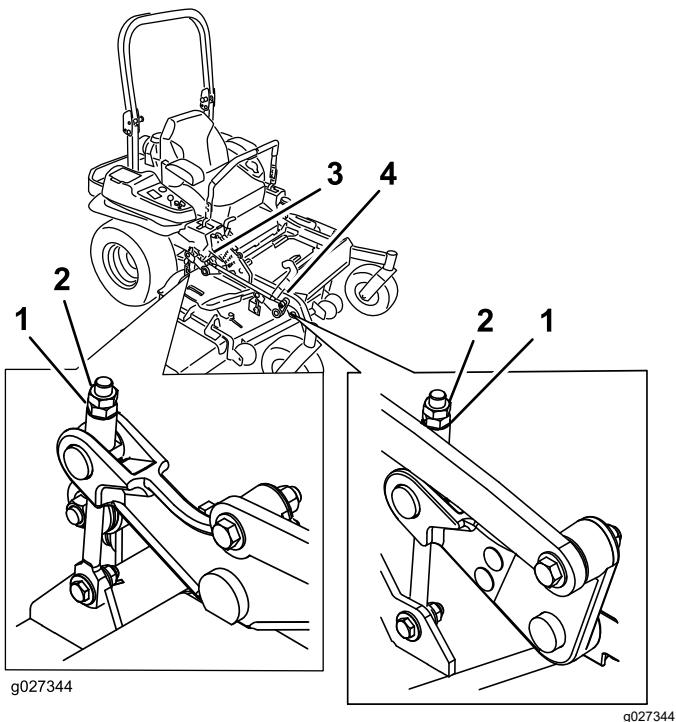

Figure 104
9. Ajustez précisément le serrage de l'écrou de réglage sur l'ensemble de levage du tablier avant (Figure 104).
- 15. Ajustez précisément la vis de réglage en la tournant jusqu'à obtention d'une hauteur de 8,3 mm (3 1/4 po) (Figure 104). Tournez l'écrou de réglage dans le sens horaire pour augmenter la hauteur et dans le sens antihoraire pour la diminuer.